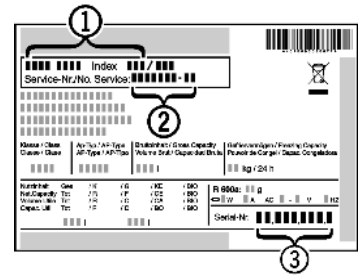

Fig. 52
- ▶ Считать обозначение устройства Fig. 52 (1), сервисный номер Fig. 52 (2) и серийный номер Fig. 52 (3) с заводской таблички. Заводская табличка находится внутри устройства слева.